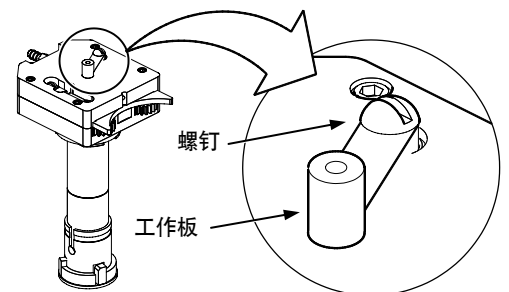

图 37 从电刷环上拆下齿轮环
12. 确认工作板螺钉已经拧紧，并且没有过度氧化。参考图 37。必要时，使用细砂布擦干净工作板。